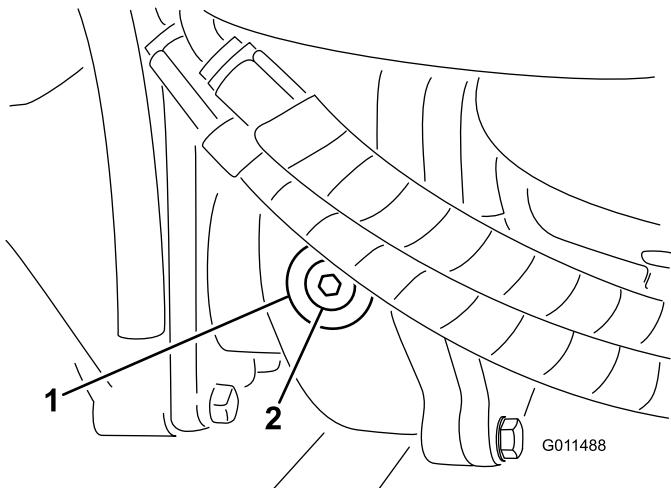

Figura 17
- Retire el tapón de verificación/llenado del lado izquierdo de la caja de engranajes (Figura 17)